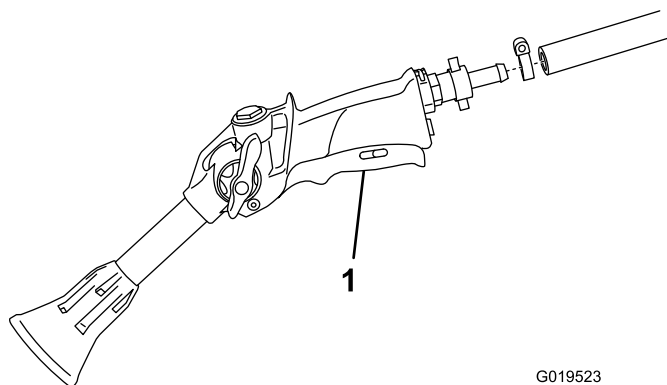

図 11
1. ホース(長)のもう一端をスプレーガンのフィッティングにつなぐ(図 11)。